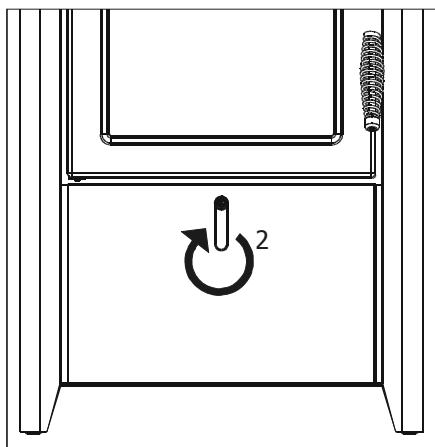

Fig.5 Ingresso aria secondaria
L'aria secondaria come detto è quella che permette il completamento della combustione e l'innalzamento dei rendimenti (leva in pos.2 – fig.5).
La posizione della leva nella fig.5 determina la potenza nominale riducendo al minimo l'aria primaria e l'ingresso dell'aria secondaria.